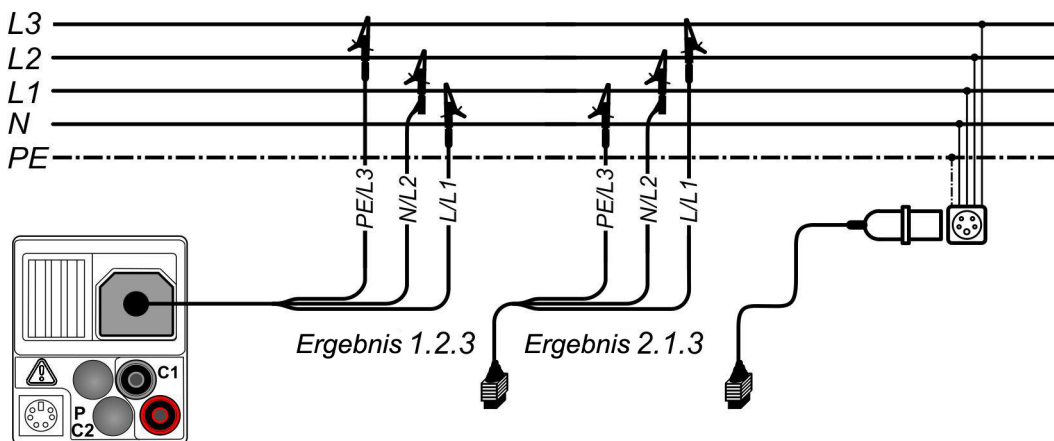
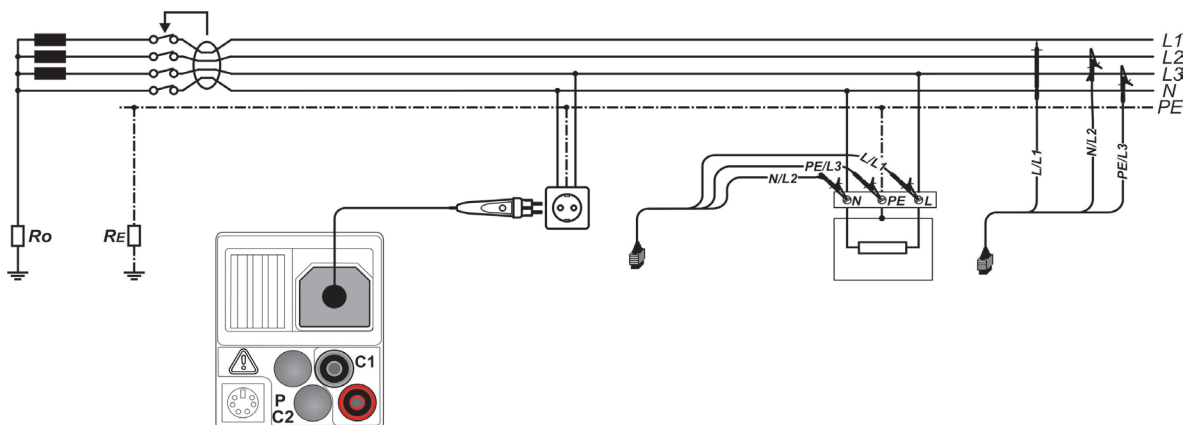

Abbildung 5.2: Anschluss der 3-Leiter-Prüfleitung und des optionalen CEE-Messadapters (044148) im Dreiphasensystem - Abbildung am Beispiel des IT 130
Abbildung 5.3: Anschluss des optionalen Commander-Prüfsteckers (044149) und der 3-Leiter-Prüfleitung im Ein-/Dreiphasensystem - Abbildung am Beispiel des IT 130
- Kontaktieren Sie die Prüfleitungen an das Prüfobjekt (siehe Abbildung 5.2 und Abbildung 5.3).